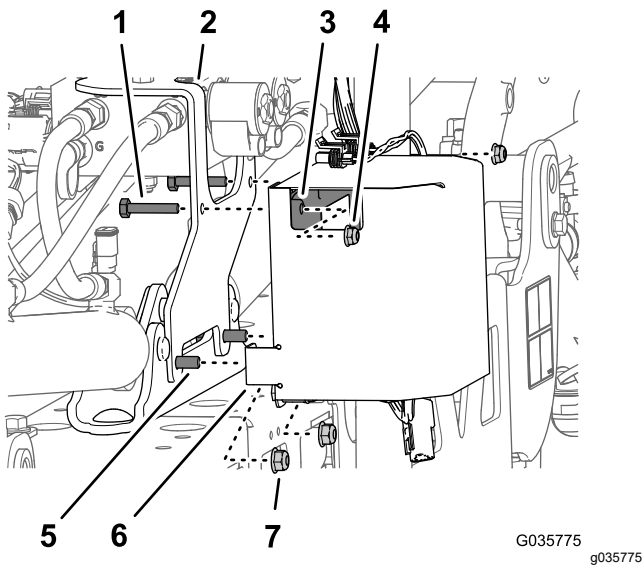

Bild 30
3. Entfernen Sie die zwei Sicherungsbundmutter (5/16"), mit denen die Befestigungshalterung des Finishingkits für den Ultra Sonic Boom befestigt ist, von der Zylinderbefestigung (Bild 30).
- Befestigen Sie die Abdeckung des Steuergeräts (Bild 30) an der Bundkopfschraube ($\frac{5}{16}$ " x 1") in den unteren vorderen Löchern in der Abdeckung und befestigen Sie die Abdeckung, Halterung und die Befestigung lose mit den zwei Sicherungsbundmutter ($\frac{5}{16}$ "), die Sie in 3 entfernt haben.
- Befestigen Sie die zwei Schrauben ($\frac{1}{4}$ " x $1\frac{3}{8}$ ") durch die oberen Löcher in der Befestigungshalterung (Finishingkit für den Ultra Sonic Boom), den hinteren Flansch (Steuergerät-Abdeckung) und das Steuergerät (Bild 30) mit den zwei Sicherungsbundmutter ($\frac{1}{4}$ ").